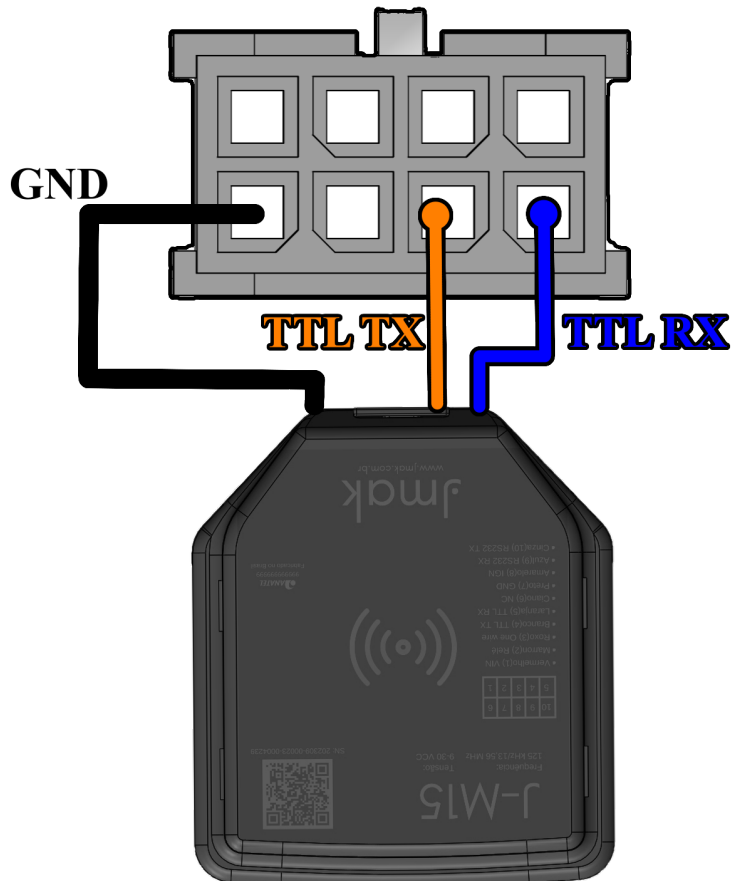

Figura 11: Ligação TTL J-R11 ao equipamento J-M15.
No rastreador J-R11, utilize os pinos 2 (RX) e 1 (TX) para a interface Serial Port/UART, operando em RS232. Garanta que o GND do rastreador e do dispositivo conectado seja o mesmo para assegurar comunicação estável. A Figura 11 a seguir representa a ligação desses pinos.